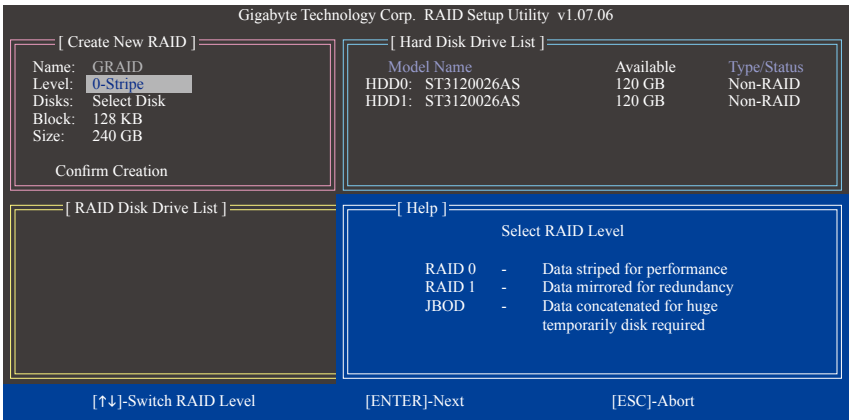

图5
在「Create New RAID」区域依序设置制作磁盘阵列所需的信息。(图5)
2. 选择要制作的磁盘阵列模式(Level): 使用<↑>或<↓>键选择要制作的磁盘阵列模式，选项有 RAID 0 (Stripe)、RAID 1 (Mirror)及JBOD (图5)。完成后按<Enter>键移至下一步骤。